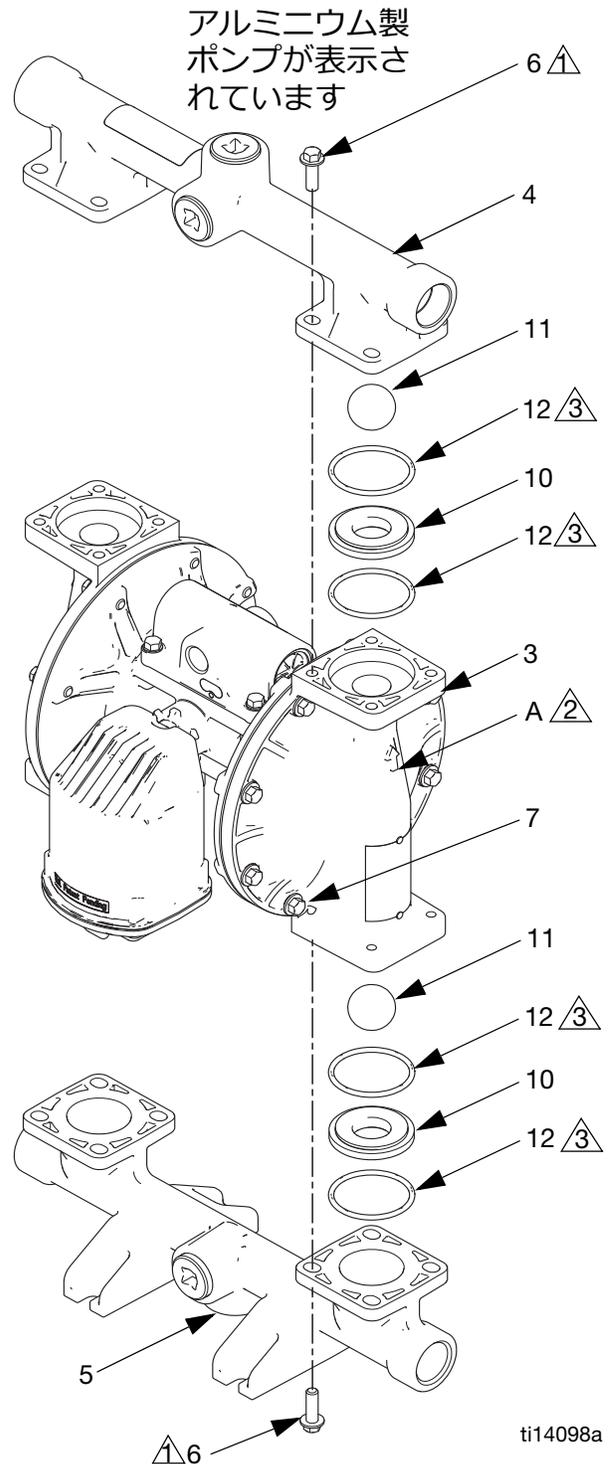

図 7. ボールチェックバルブアセンブリ
3. 排出口マニホールドファスナー（6）を取り外すには、10 mm のソケットレンチを使います。図 7 を参照してください。
2. 逆の手順で再度組立てます。図 7 に記載のすべての注意に従って下さい。ボールチェック（10-12）およびマニホールド（4、5）が、表示された内容と**完全に**一致するように組み立てられていることを確認してください。液体カバーにある矢印（A）は、排出口マニホールド（4）の方向に向いていない**なければいけません**。